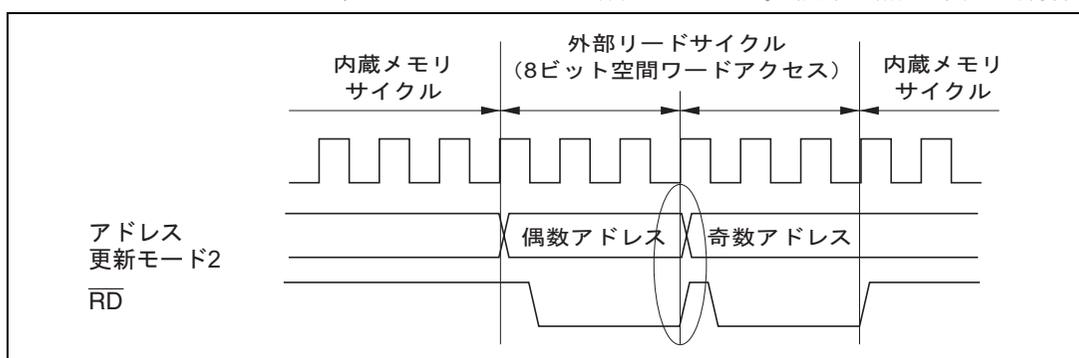

図 6.6 アドレス更新モード2での外部空間連続アクセス例
- \overline{RD} の立ち上がりに対するアドレスのホールド確保を目的として、アドレス更新モード2を使用する場合、外部空間リードアクセスは、必ず単一のアクセスサイクルで終了してください。例えば、8ビットアクセス空間に対するワードアクセスは図6.6のようにバスサイクルが2回に分割され、単一のアクセスサイクルとはなりません。このようなケースでは、1回目のアクセスサイクル（偶数アドレス）と2回目のアクセスサイクル（奇数アドレス）の間の \overline{RD} の立ち上がりで、アドレスのホールドが保証されません。（図中の楕円で囲んだ部分）。